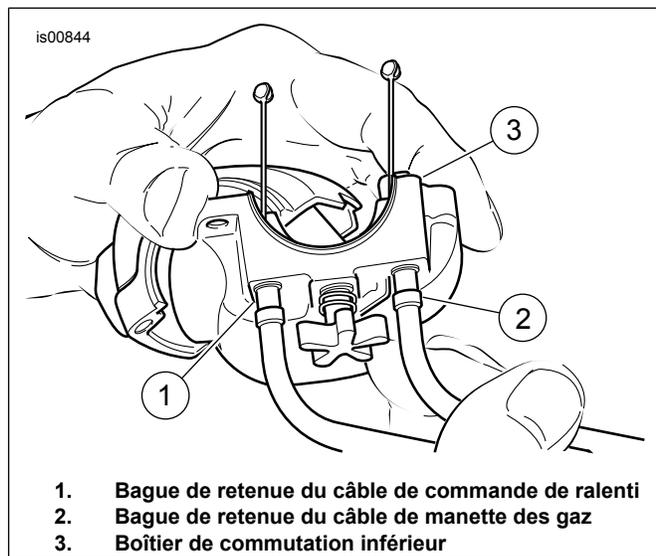

Figure 10. Installer des câbles dans le boîtier de commutation inférieur
- Consultez Figure 10. Pousser le boîtier du câble de manette des gaz et la bague de rétention dans le plus grand orifice du boîtier de commutation situé à l'avant de la vis d'ajusteur de tension.